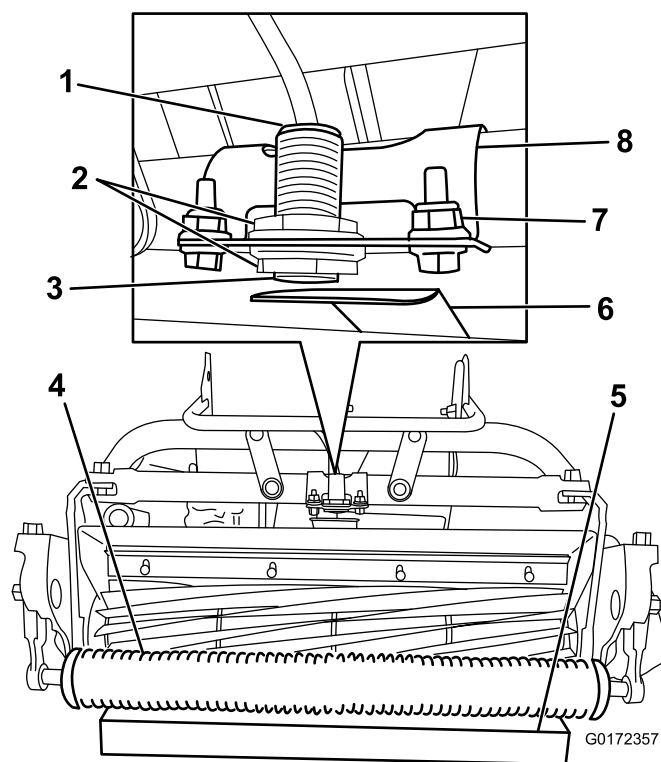

Figure 16
en dessous de l'écrou de blocage inférieur (Figure 16).
4. Placez un bloc de 3,8 cm sous le rouleau avant du plateau de coupe (Figure 16).
5. Desserrez les fixations qui maintiennent le support de capteur sur le cadre (Figure 16).
8. Tournez le support du capteur vers la plaque cible jusqu'à ce que le voyant en haut du capteur s'allume (Figure 16). S'il était déjà allumé, tournez le support du capteur à l'opposé de la plaque cible jusqu'à ce que le voyant s'éteigne, puis ramenez-le vers la plaque cible jusqu'à ce que le voyant se rallume.